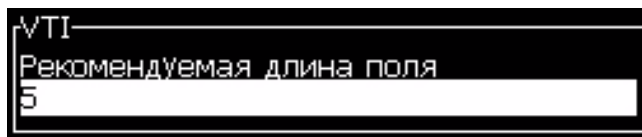

Рисунок 5-27: Диалоговое окно “*Prompted Field Length*” (длина изменяемого поля)
- 8 Нажмите кнопку “*Enter*” (ввод) для открытия окна “*Prompted Field Length*” (длина изменяемого поля) (смотрите Рисунок 5-27).